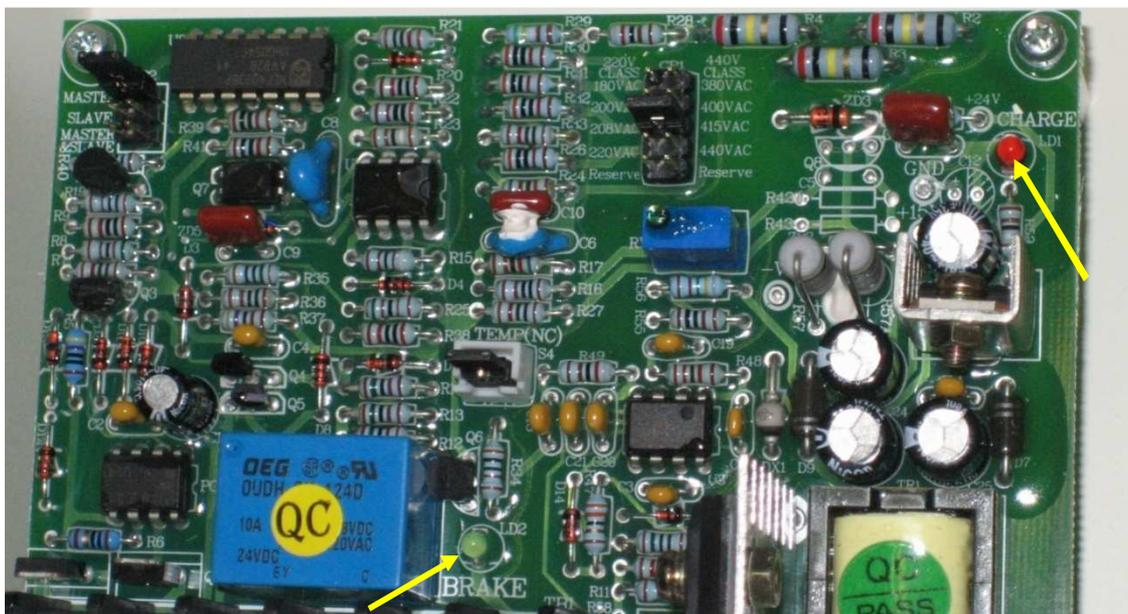

Рис. 4.12.
- на плате управления тормозного прерывателя должны гореть индикаторы "**CHARGE**" и "**BRAKE**"(рис. 4.12);
- на плате управления тормозного прерывателя должен гореть индикатор **“CHARGE”** (рис.4.12).
- на плате управления тормозного прерывателя должны гореть индикаторы “CHARGE” и “BRAKE” (рис. 4.12).